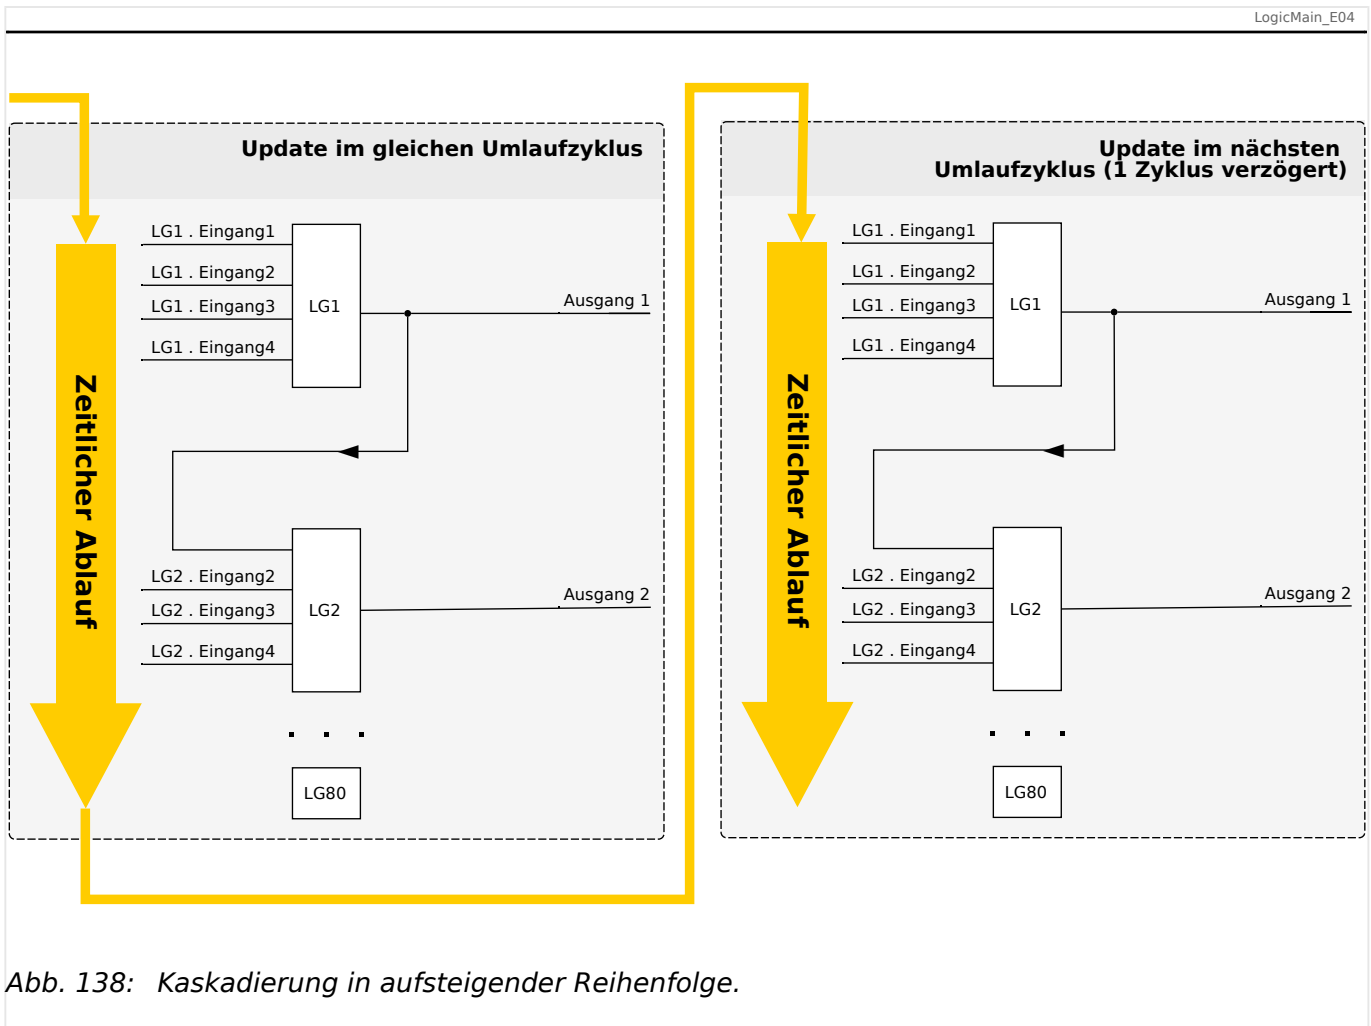
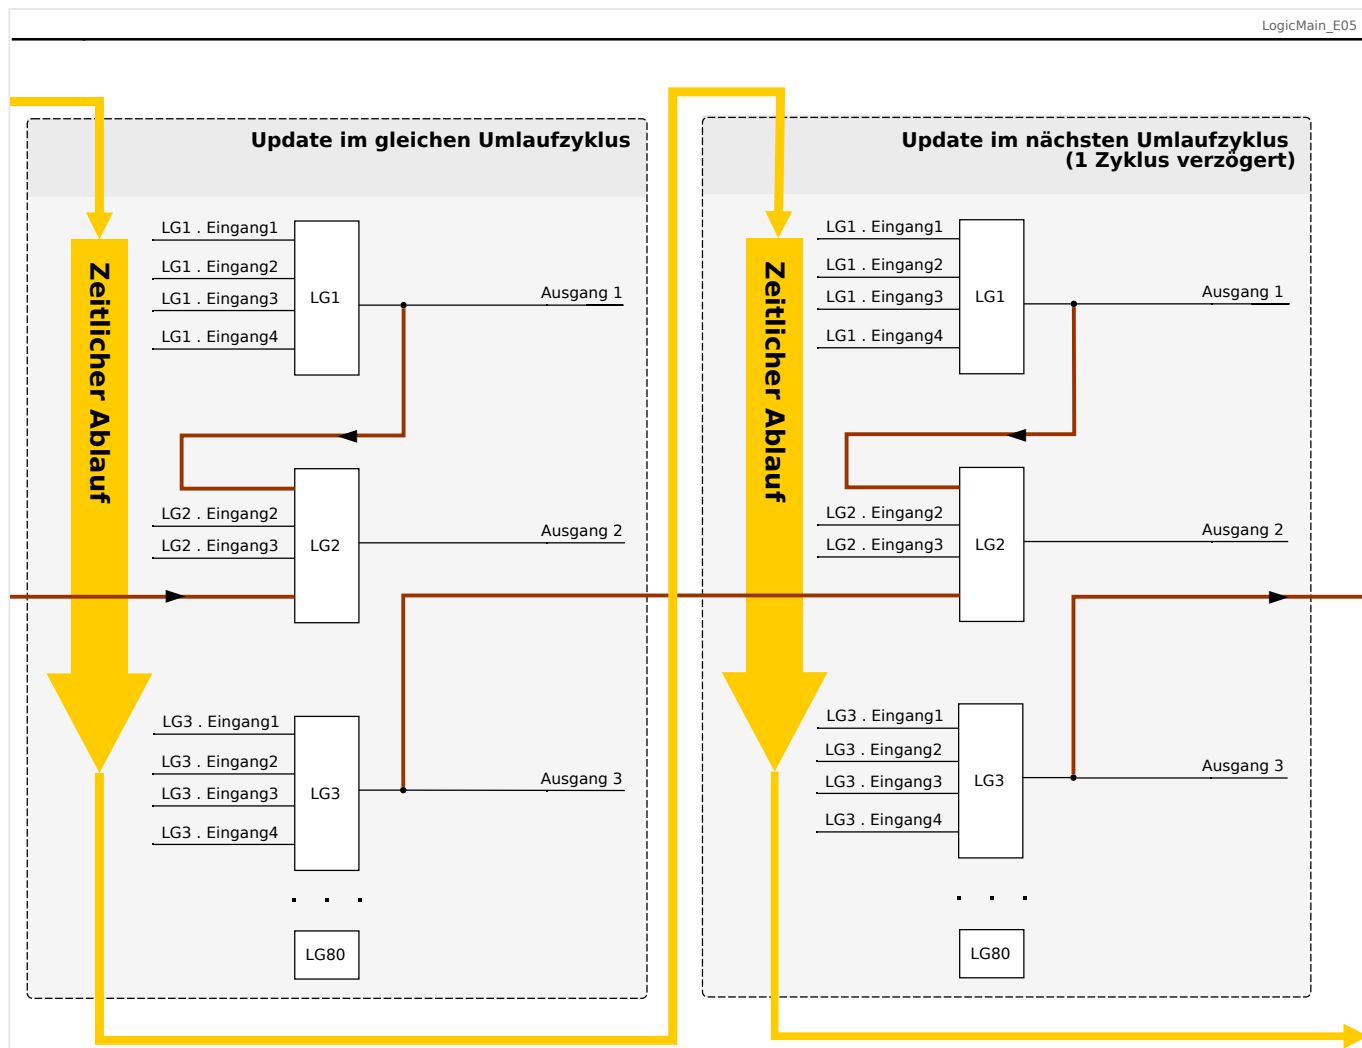

Abb. 138: Kaskadierung in aufsteigender Reihenfolge.
Abb. 139: Kaskadierung in absteigender Reihenfolge.
- Kaskadierung in **aufsteigender** Reihenfolge bedeutet, dass der Ausgang einer Logikgleichung auf den Eingang einer Logikgleichung mit **höherer** Nummer rangiert wird. Das Diagramm  Abb. 138 weiter unten zeigt ein Beispiel, bei dem der Ausgang von LG1 auf einen Eingang von LG2 rangiert wird.
- Kaskadierung in **absteigender** Reihenfolge bedeutet, dass der Ausgang einer Logikgleichung auf den Eingang einer Logikgleichung mit **niedrigerer** Nummer rangiert wird. Das Diagramm  Abb. 139 zeigt ein Beispiel, bei dem der Ausgang von LG3 auf einen Eingang von LG2 rangiert wird.
Bei der Konfiguration des Schutzgerätes bestehen keinerlei Einschränkungen oder Unterschiede zwischen aufsteigender und absteigender Reihenfolge. Da allerdings während der Laufzeit des MCDTV4 die Logikgleichungen in aufsteigender Reihenfolge ausgewertet werden, haben die resultierenden Ausgangswerte, die am Eingang der Logikgleichung anstehen, ein unterschiedliches „Alter“, wie in  Abb. 138 und  Abb. 139 veranschaulicht wird.
Das in Abb. 139 gezeigte Beispiel zeigt eine Konfiguration von „Logikgleichung 2“, die den Ausgang von zwei weiteren Logikgleichungen, „Logikgleichung 1“ und „Logikgleichung 3“, als Eingangszustände verwendet. Hierbei ist der Ausgang von „Logikgleichung 1“ in aufsteigender Reihenfolge verwendet, sodass der Wert in jeweils demselben Prozesszyklus ermittelt wird. Der Ausgang von „Logikgleichung 3“ wird in absteigender Reihenfolge verwendet, sodass der Wert in dem jeweils vorherigen Prozesszyklus ermittelt wurde.